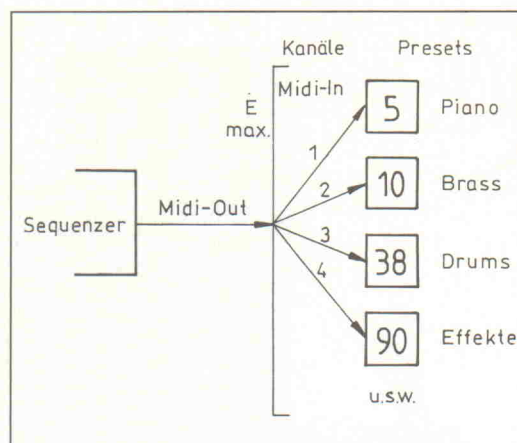

Bild 10. Die Steuerung des EMAX über eine Midi-Schnittstelle ist recht komfortabel.
Um die meisten Instrumente darstellen zu können, benötigt man mehrere Sampels verteilt auf das gesamte Keyboard. Will man nun mehrere solcher Multisampels zeitlich parallel über einen Sequencer steuern taucht ein Problem auf: Jeder Synthesizer — egal ob Poly oder Multimode — kann immer nur einen Sound oder eine Gruppierung von Sounds zur gleichen Zeit spielen, nämlich immer soviel, wie man auf einer Tastatur unterbringen kann. Dies würde auf dem Sampler bedeuten, daß Streicher, Bläser, Bass, evtl. Schlagzeug innerhalb einer Tastatur unterzubringen sind. Das wird knapp, wie man sich denken kann. Ein für Midi-Recording brauchbarer Sampler sollte also die Fähigkeit besitzen, die in seinen verschiedenen Presets untergebrachten Multisampels über verschiedene Midi-Kanäle ansprechen zu können. Leider verfügen bisher nur der EMAX, der S550 und der S50 mit Einschränkungen über diese Möglichkeit. Beim EMAX nennt sich die ganze Sache Supermode (R). Über ihn können sechzehn der hundert möglichen Presets den sechzehn Midi-Kanälen zu geordnet (Bild 10) und in sogenannten Supermode-Maps abgelegt werden. Die Zuordnung der acht vorhandenen Stimmen ist nicht starr, sondern jedes Preset kann bis zu acht Stimmen spielen. Die Gesamtzahl von acht Stimmen kann selbstverständlich nicht überschritten werden. Beim S550 wird die Zuordnung ähnlich gelöst.